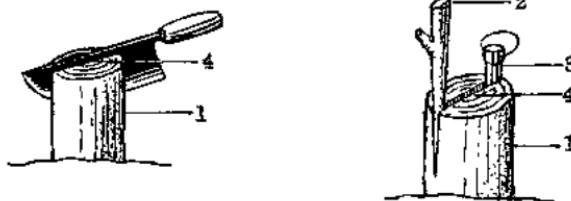
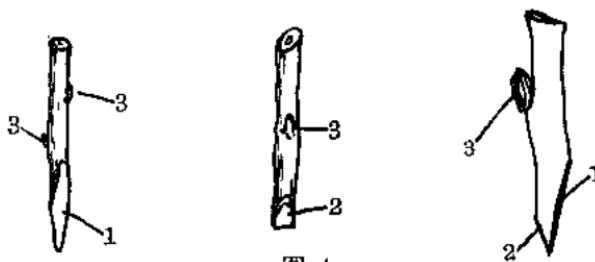

图 3
图 4
劈口深到5~7厘米。然后拔起劈接刀的一端，以铁扦插入，继而把全刀拔出，在劈口正中插入第二根铁扦（图3）。这时选取有1~2个饱满芽长约6~13厘米的换种枝，削成楔形接穗，要求把接穗芽的对面削成长削面，削口长约4厘米左右；短削面0.5~1厘米（图4）。把第一根铁扦拔起，随即插入接穗，接穗的形成层要求与砧木一边的形成层①对准，这是嫁接成活的关键。接穗的长削面要留1~2厘米，高出砧木面，叫做“露白”，以便给以后愈合组织的生长留下充分的余地。如果砧木较细，插一个接穗即可，如果砧木较粗可在劈口的另一端插入第二个接穗，然后将中间的第二根铁扦拔起，则两个接穗均已牢固嵌合在砧木劈口中。砧木越粗，嵌合力越强，便不需绑扎；如果砧木细，嵌合松，就要用湿过水的麻皮或麻线扎紧。